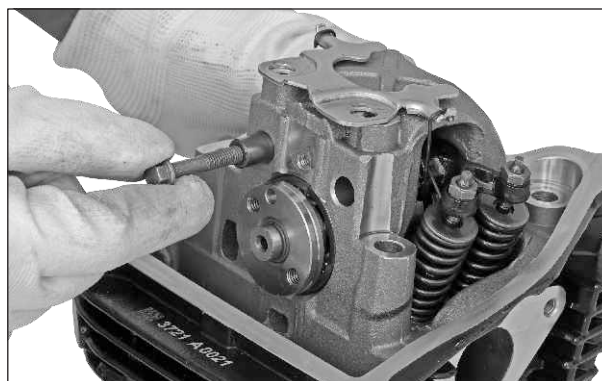

Fig. 3.48
- Usando un tornillo M6, hale cuidadosamente los pasadores de los balancines hasta sacarlos completamente. (Fig. 3.48)